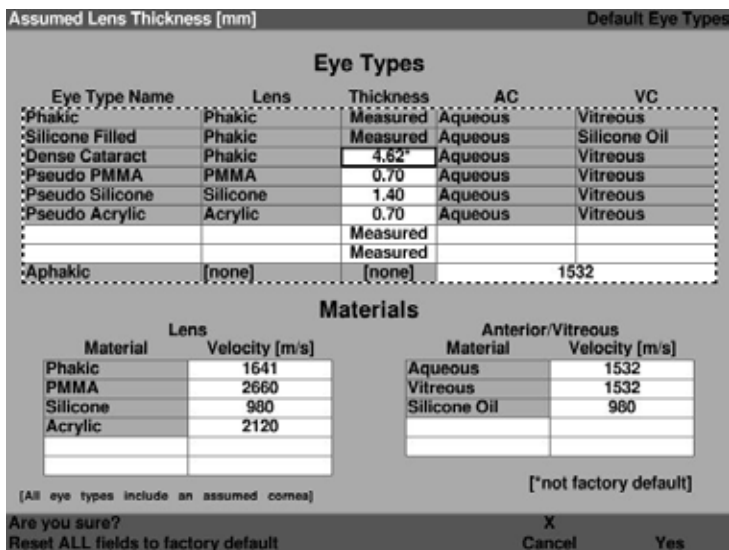

Figura 5-15 Mensagem para restaurar o campo selecionado
3. O Accutome A-Scan Synergy exibirá a mensagem “Are you sure?” (Tem certeza?), conforme mostrado na Figura 5-15 na próxima página. É necessário selecionar “Cancel” (cancelar) ou “Yes” (Sim).